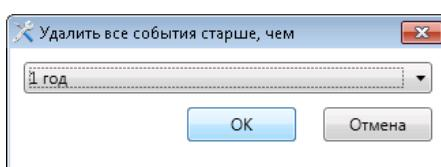

Рисунок 9.10 — Удаление старых событий
- В открывшемся окне *Удалить все события старше, чем...* (см. рисунок 9.10) выберите необходимый период и нажмите кнопку *OK*.